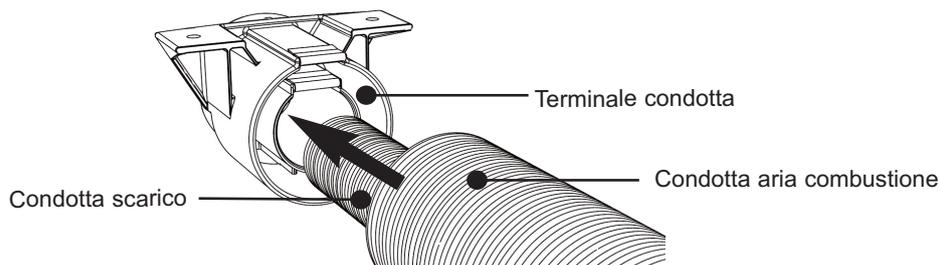

Fig. 23A Collegamento condotta al terminale
- iii. Spingere la condotta di scarico nella parte posteriore del terminale della condotta (montato nel pavimento del veicolo) finché non procede ulteriormente, (circa 50mm). La condotta **deve essere** spinta completamente in sede. Vedere la Fig. 23A, B e C.